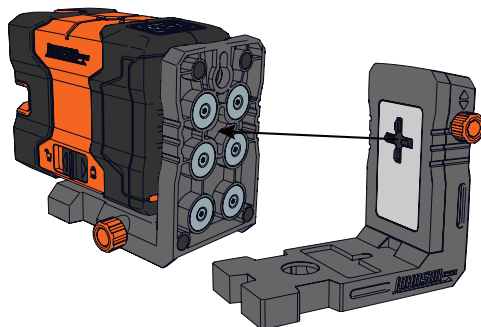

Figura 11
1. Para instalar el accesorio de base opcional en la unidad, coloque los imanes de la unidad en la placa de metal, y asegúrese de que las lengüetas de bloqueo encajen en posición en la parte trasera de la base del láser. (Figura 11)